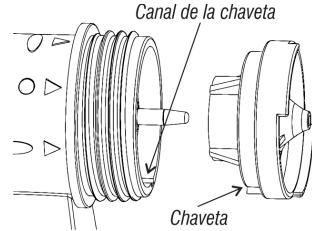

Fig. 10 - Montaje de la tapa de aire
- Para montar nuevamente la tapa de aire se debe encajar la chaveta de posicionamiento en su encaje, de acuerdo a la Fig. 10. Monte nuevamente los demás componentes;